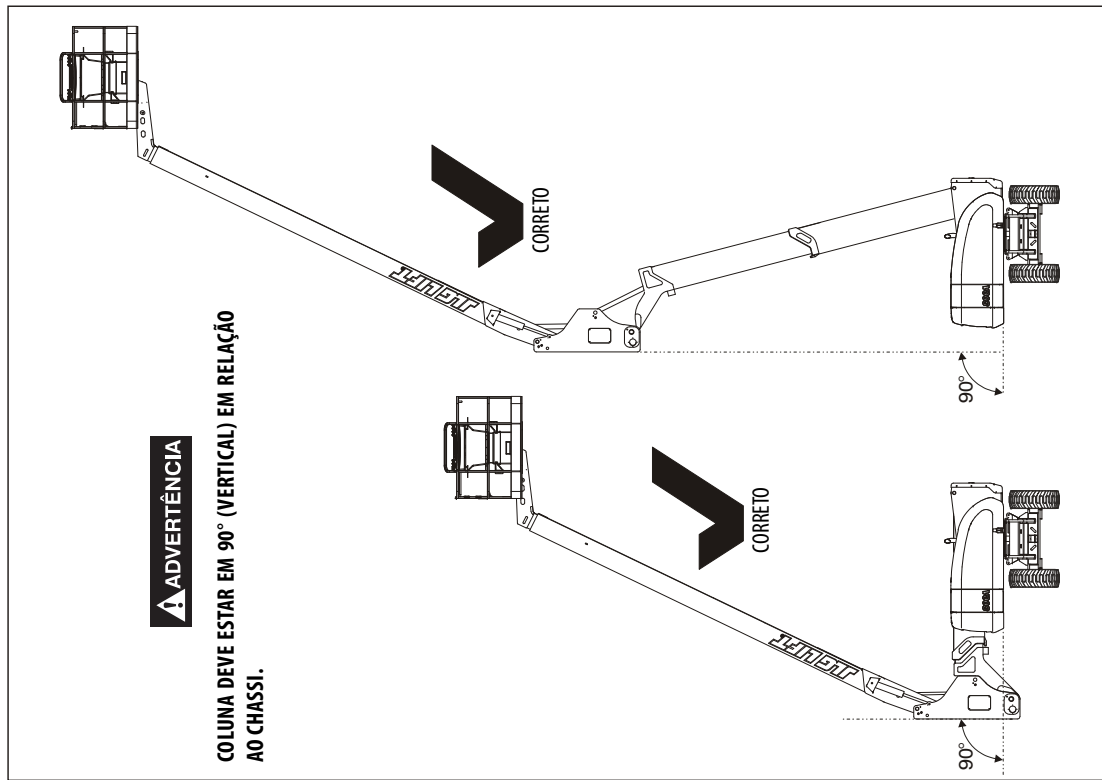
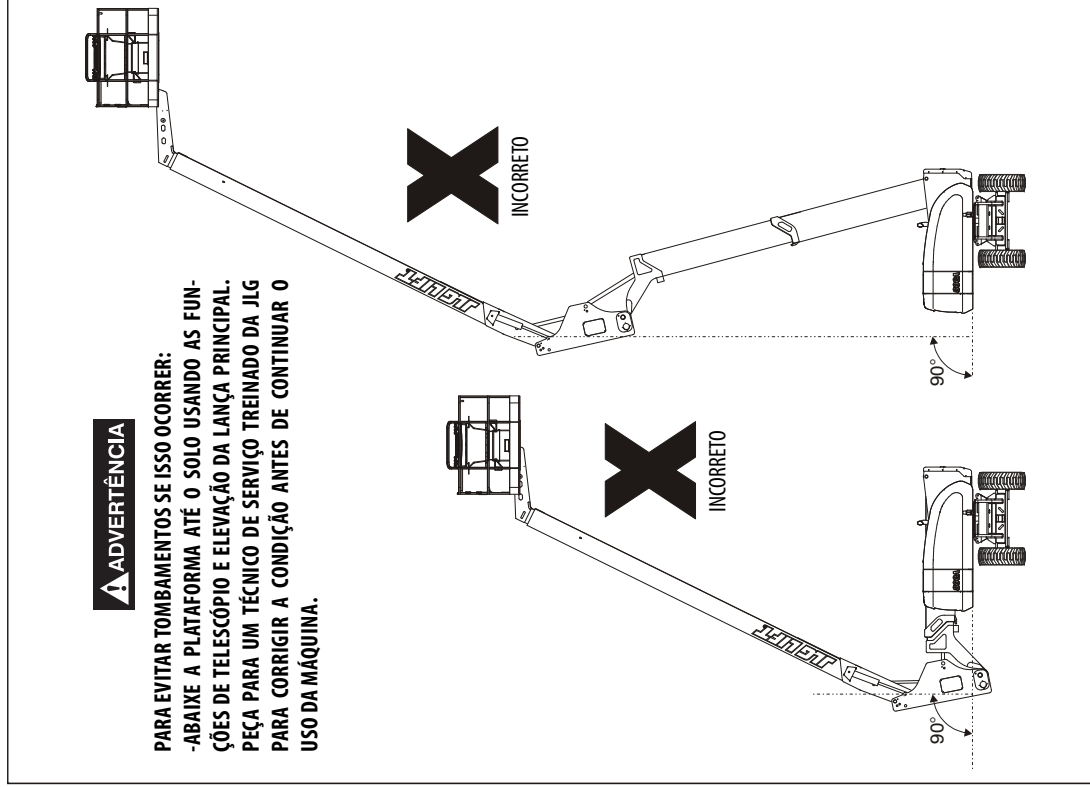

Figura 2-3. Posicionamento da Coluna da Lança — Correto
Figura 2-4. Posicionamento da Coluna da Lança — Incorreto
- c. Eleve a lança da base da torre em aproximadamente 40 graus, e em seguida abaixe a lança da torre de volta para a posição abaixo da horizontal. Ao elevar ou abaixar o conjunto da lança da torre, observe a posição da coluna. Assegure-se de que a coluna permaneça vertical em relação ao chassi. Consulte Figura 2-3. e Figura 2-4.